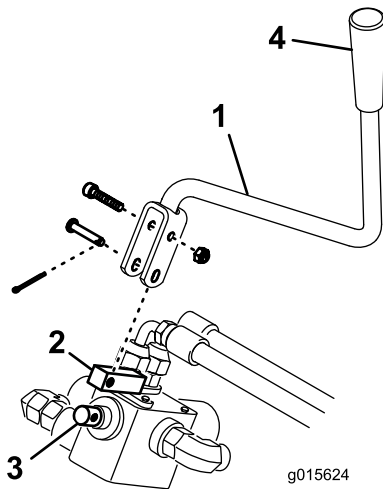

Figura 10
19. Monte la maneta en la palanca con un tornillo Allen y una contratuerca (Figura 10).
20. Instale el pomo en la palanca (Figura 10).